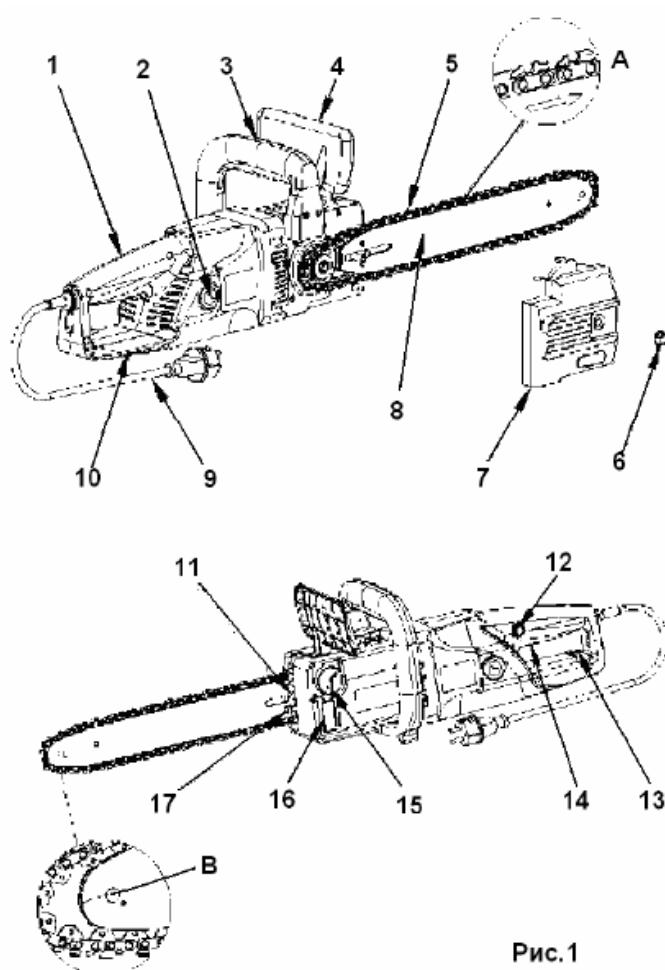

Рис.1
Направляющая шина и пильная цепь поставляются отдельно (в разборном виде). Сначала открутите крепежный винт (6 Рис.1) и снимите крышку, закрывающую натяжной механизм направляющей шины пилы (7 Рис.1). Нижний болт натяжения (20 Рис.2), должен находиться по центру прорези направляющей шины. Если необходимо, более точно отрегулируйте натяжение цепи с помощью винта (17 Рис.2).
Всегда используйте специальные перчатки для защиты рук при монтаже цепи, проверке натяжения, сборке и разборке. Перед монтажом цепи на направляющую шину, проверьте направление режущих зубцов цепи (заточенная сторона зубцов). Направление движения цепи, указано на крышке (7) (Рис 3). Для того, чтобы определить направление пиления, если необходимо, переверните ее (5). Надевая цепь на шину, держите пилу с направляющей шиной (8) вертикально, концом шины вверх (5). Монтаж цепи начинайте с наконечника шины (8). Монтаж цепи на шину начинайте следующим образом: Установите направляющую шину с пильной цепью на болт (19) и на болт регулировки натяжения цепи (20). Наденьте цепь на звездочку (18) Проверьте еще раз правильное направление установки цепи (См. Рис. 1). Наденьте крышку (7 Рис.1), и закрутите крепежную гайку (6 Рис.1) гаечным ключом. Теперь цепь смонтирована на направляющую шину правильно.
Убедитесь, что цепь (5) находится в пазе направляющей шины (8) (Рис.1 а). Используя шестигранный ключ, поверните винт регулировки натяжения цепи (17) по часовой стрелке до тех пор, пока цепь не будет правильно натянута. Во время затягивания винта (20), направляющую шину необходимо держать вертикально вверх. Проверьте натяжение цепи еще раз (См. Рис. 3). Не натягивайте цепь очень туго. В холодную погоду цепь должна приподниматься от направляющего бруска приблизительно на 5 мм. Затяните туго контргайку (6).
Чтобы предотвратить попадание грязи в масляный бачок, протрите крышку бачка (22) перед тем как ее открыть. Следите за уровнем масла в масляном бачке в процессе пиления , уровень масла смотреть в окошечке (16 Рис.1, 4). После доливки масла, плотно закрутите крышку бачка и вытрите пролитое масло.